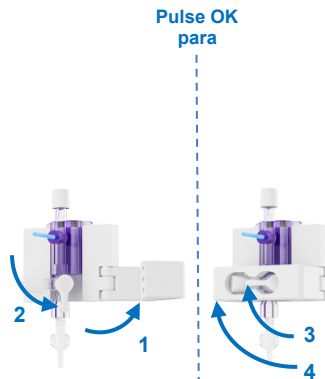

Figura 24 Puesta a cero del sensor de presión
- Abra el soporte del portasensor de presión para acceder a la válvula del sensor de presión (véase la Figura 24; paso 1). Tal y como se indica en la pantalla, gire la válvula del sensor de presión hacia abajo para abrir el sensor y medir la presión atmosférica (paso 2).
- Vuelva a colocar la válvula del sensor de presión en posición horizontal (véase la Figura 24; paso 3) y cierre el soporte del portasensor de presión para proteger la válvula de una apertura involuntaria (paso 4). Pulse OK en la unidad de bombeo para continuar.
- En el caso de que el Kidney Assist no pueda determinar si el sensor de presión está correctamente conectado al circuito de perfusión, compruebe si la posición de la válvula del sensor de presión está en posición horizontal, (véase la Figura 24, paso 3). Pulse OK si la válvula del sensor de presión está en posición horizontal.